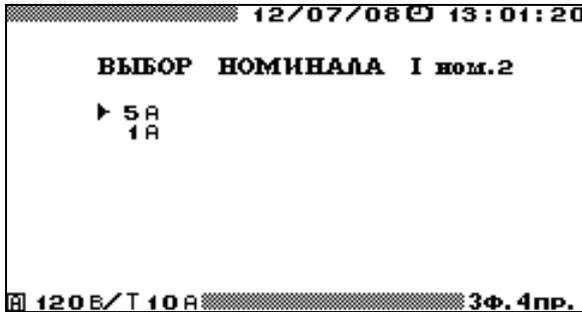

Рисунок 4.6.4 Окно выбора номинального тока вторичных обмоток эталонного и поверяемого ТТ
**Внимание!** Перед началом поверки обязательно необходимо установить значение номинального тока вторичных обмоток эталонного и поверяемого ТТ. Для этого необходимо войти в режим Выбора номинала (рисунок 4.6.4) и выбрать требуемое значение.